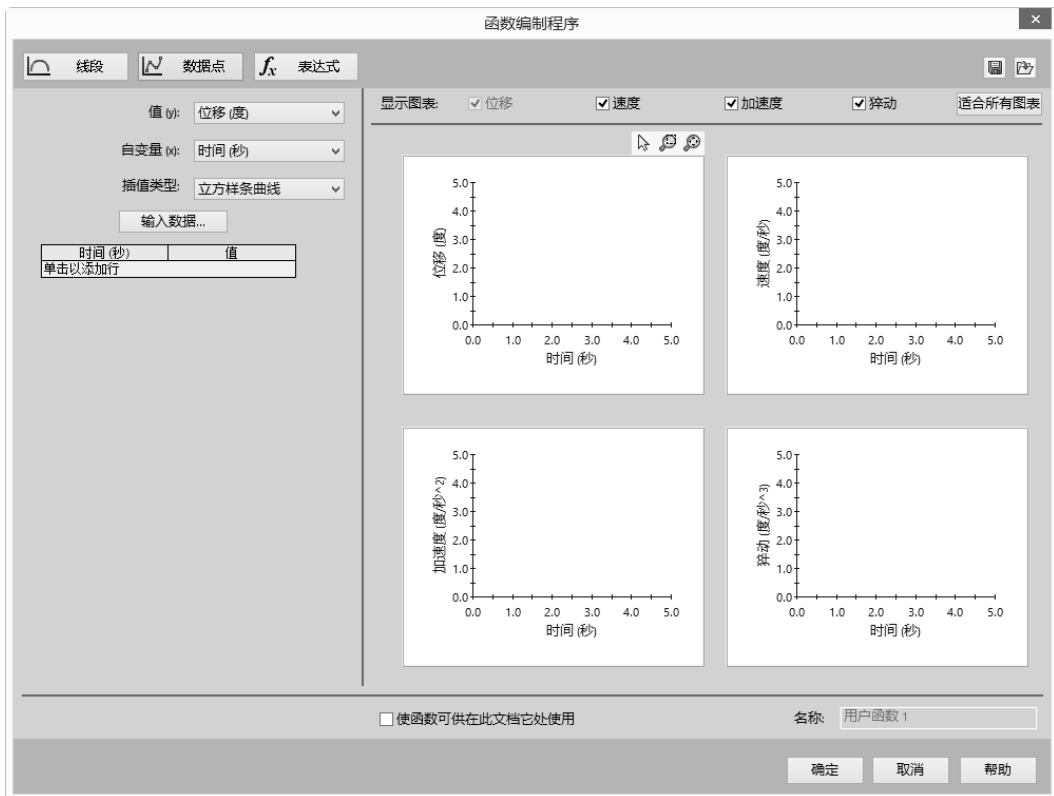

图 5-29 “数据点”运动
- 数据点：选取马达运动数据点所应用的变量（猝动、速度、加速度），数据点“函数编制程序”对话框，如图 5-29 所示。